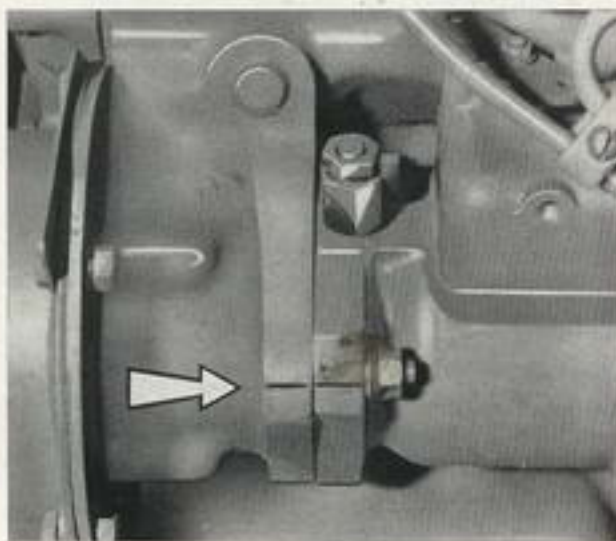

Fig. 7
- Faire coïncider les traits de repère du bloc-moteur et de la pompe comme le présente la figure 7 et bloquer les écrous de fixation de pompe.